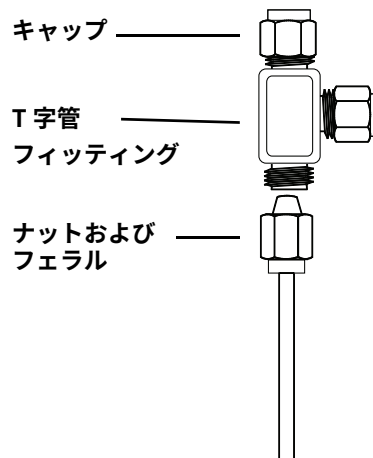

図 14 Swagelok T 字管
- 1 配管のT 字管を取り付ける場所を切断します。配管とT 字管をSwagelok フィッティングで接続します。図 14 を参照してください。